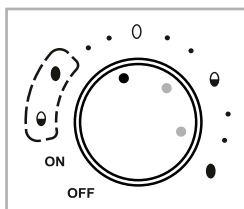

Fig. 3
- Selezionare il punto **centrale** di ciascun campo (vedere fig. 3) se si intende bollire 7 uova di grandezza media (taglia M/L) a temperatura di frigorifero: